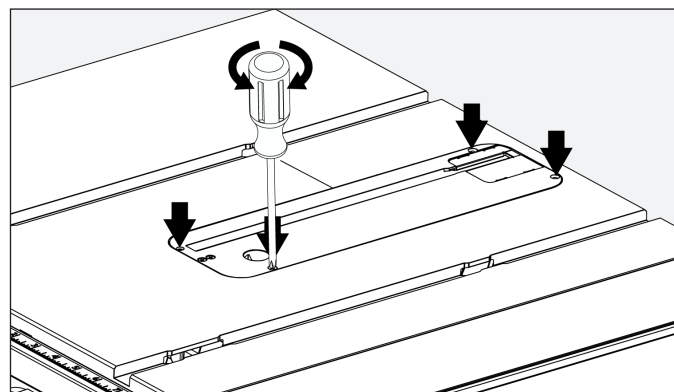

FIGURE 14
Si un réglage est nécessaire, ajuster les vis hexagonales de réglage (4) (figure 14) vers le haut ou vers le bas selon le cas. Répétez ce processus au besoin jusqu'à ce que la passe-lame soit au niveau. Pour retirer la plaque à gorge, abaissez la lame sous le plateau, puis faites glisser délicatement la plaque à gorge de l'arrière de la table vers l'avant, en maintenant la lame centrée dans la fente de la plaque à gorge.